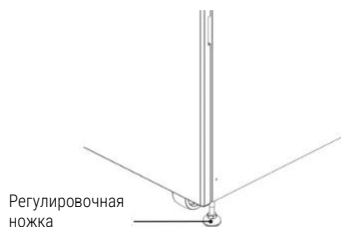

Рис. 2-5
5. Чтобы зафиксировать шкаф в нужном положении, просто поверните регулировочные ножки по часовой стрелке и закрепите пластины шкафа. См. рисунок 2-5.